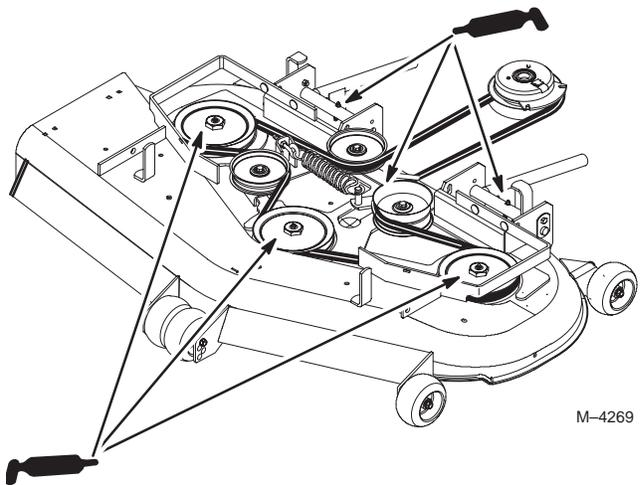

Bild 47
2. Fetten Sie die Schmiernippel an den drei Spindellagern ein (Bild 47).
3. Fetten Sie das Spannscheibengelenk (Bild 47).
4. Fetten Sie die Nippel an den Schubarmen ein (Bild 47).